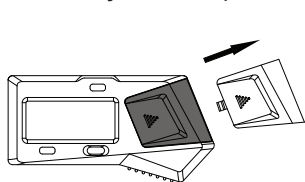

Fig.1
---Remova a tampa da bateria (Fig.1)